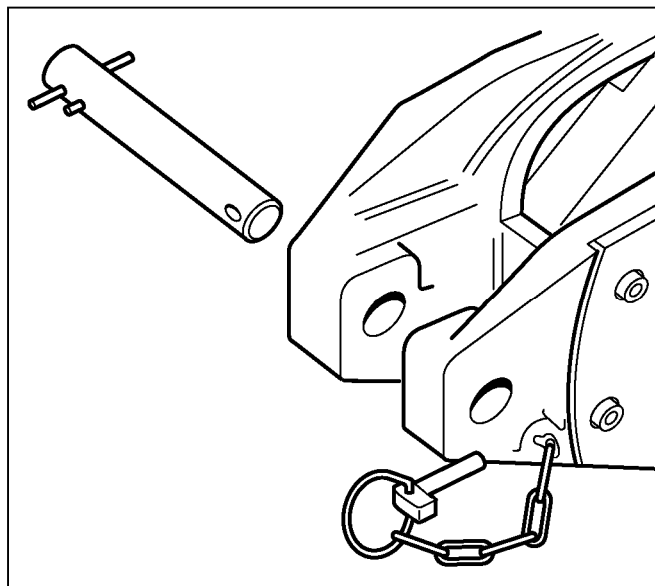

Рис. 18 – Крепежный штифт вынут
3. Выдвинуть крепежный штифт через отверстия в боковых сторонах (рис. 18).